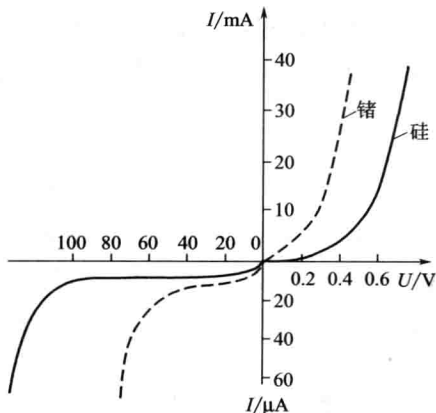

图 1-4 二极管伏安特性曲线
(1) 二极管伏安特性
① 正向特性 理论分析指出，半导体二极管电流 I 与端电压 U 之间的关系可表示为 $I = I_s(e^{\frac{U}{U_T}} - 1)$ ，此式称为理想二极管电流方程。式中， I_s 称为反向饱和电流， U_T 称为温度的电压当量，常温下 $U_T \approx 26\text{mV}$ 。实际的二极管伏安特性曲线如图 1-4 所示。图中，实线对应